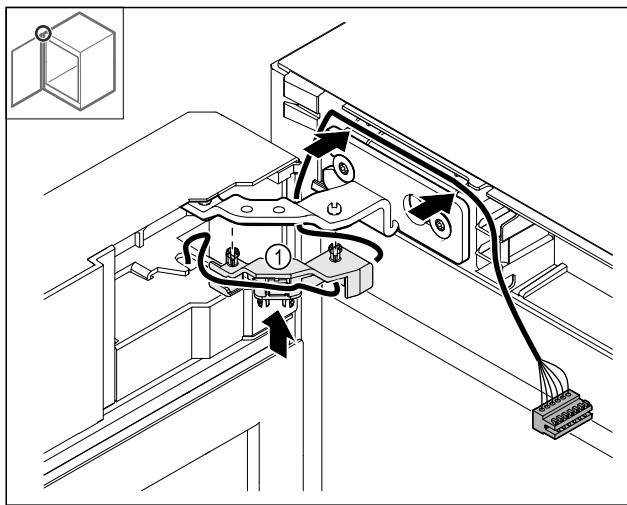

Fig. 49
- ▶ Vajutage kaablihoidik Fig. 49 (1) šarniiri sisse.